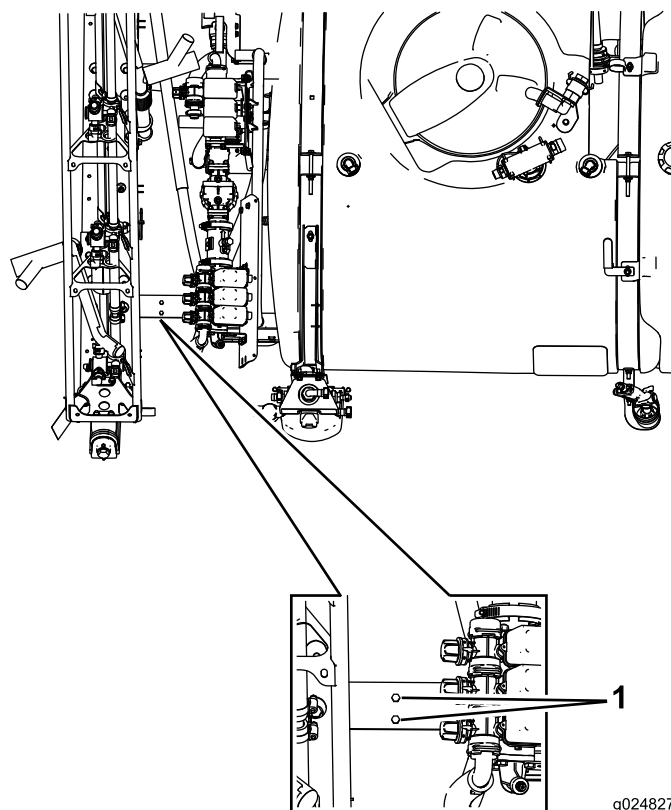

Figure 19
1. Avec un foret de 1/4 pouce, percez 2 trous dans le cadre (Figure 19).